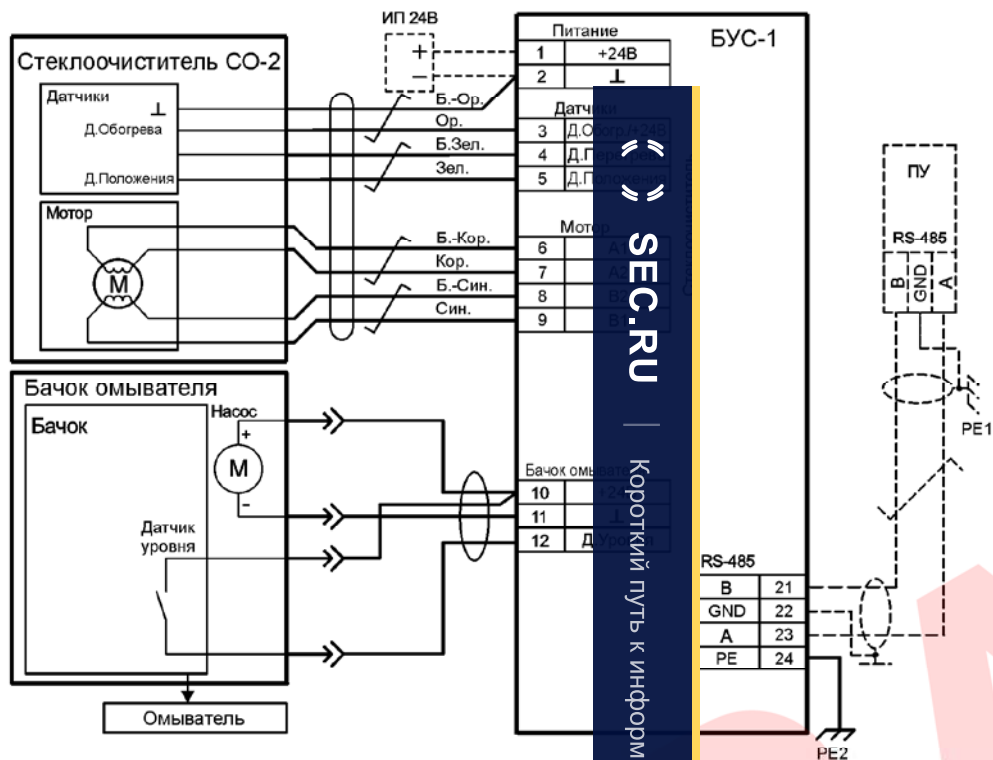

Рис.4. Схема подключения стеклоочистителя, оmyвателя, бачка оmyвателя и пульта управления оператора (в комплект поставки не входит) к БУС-1.
1. Подключите стеклоочиститель, систему подачи воды (при её наличии), пульт управления оператора (ПУ) и источники питания (ИП) к БУС-1 в соответствии со схемой рис. 4.